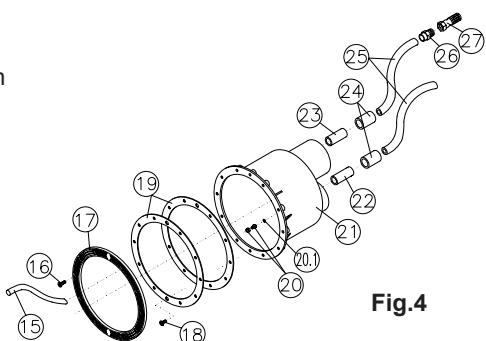

Fig.4
5.1 Um Gas Gehäuse in einer Wand mit Liner zu befestigen, müssen die im Kapitel 2 gegebenen Anweisungen befolgt werden (Aufstellungsort). Wir befestigen die Dichtungen (Nr.19, Fig.4) mittels der Schrauben (Nr.18, Fig.4) am Gehäuse (Nr.21, Fig.4), wobei wir darauf achten, daß sich der Liner zwischen den beiden Dichtungen (Nr.19, Fig.4) befindet. Schließlich befestigen wir noch den Ring (Nr.17, Fig.4), indem wir die Schrauben (Nr.16, Fig.4) anziehen.
6.1 Das Gehäuse wird mit den schon eingebauten Rohren Nr.22 und 23 (Fig.4) geliefert; außerdem wird eine der Hülsen (Nr.24, Fig.4) im Rohr Nr.22 verleimt geliefert. Sobald wir das Gehäuse gemäß der Anweisungen des Kapitels 2 an der Wand befestigt haben, nehmen wir die Installation der Luft- und Pneumatikleitungen vor.
Diese Leitung besteht aus einer Hülse (Nr.24), einem Schlauch (Nr.25), einem Außengewinde (Nr.26) und einem Fußventil (Nr.27). Alle diese Teile werden montiert geliefert, weshalb wir nur das Ende der Hülse (Nr.24) am schon im Gehäuse installierten Rohr (Nr.23) ankleben müssen. Es ist wichtig, das Lufterungsrohr an der Wand des Aufstellungsorts zu befestigen und darauf zu achten, daß das Fußventil im obersten Teil liegt, womit wir die Ansaugung von Schmutz vermeiden (siehe Fig. 8, Seite 42). Schließlich installieren wir noch den Schlauch (Nr.15, Fig.4) indem wir ihn mit Druck in die Kanüle einführen, die sich im Inneren des Gehäuses befindet (Siehe Fig. 5a-5b, Seite 39).
Diese Leitung besteht aus einem Rohr (Nr.22), einer Hülse (Nr.24) und einem Schlauch (Nr.25). Da das Rohr (Nr.22) und die Hülse (Nr.24) schon im Gehäuse installiert sind, müssen wir nur das Rohr (Nr.25) anleimen. Bevor wir das Ende des Rohrs (Nr.25) an der Hülse (Nr.24) befestigen, führen wir das Transparentrohr (Nr.2, Fig.3) durch die Öffnung des Gehäuses ein und befestigen es mittels der dort vorhandenen Zwinge (Nr.20 und 20.1, Fig.4). Nach Durchführung dieser Operation verleimen wir das Rohr (Nr.25) mit der Hülse (Nr.24).